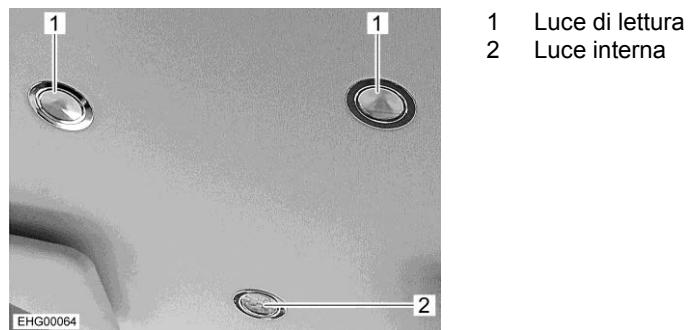

Fig. 90 Luci (cabina di guida)
La luce interna (Fig. 90,2) si accende automaticamente all'apertura tramite chiave o all'apertura di una delle porte del veicolo.
La luce interna (Fig. 90,2) si spegne automaticamente qualche secondo dopo la chiusura di tutte le porte, dopo la chiusura tramite chiave oppure dopo l'accensione del veicolo.
- Toccare il bordo della luce di lettura (Fig. 90,1). La luce di lettura è accesa.